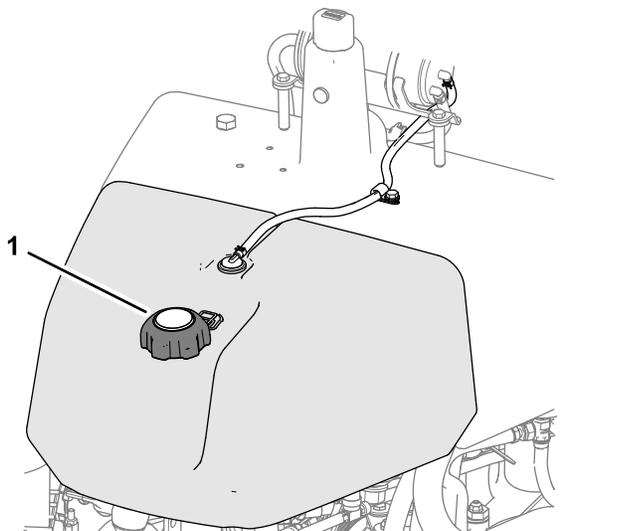

Рисунок 22
1. Очистите область вокруг крышки топливного бака и снимите крышку (Рисунок 22).